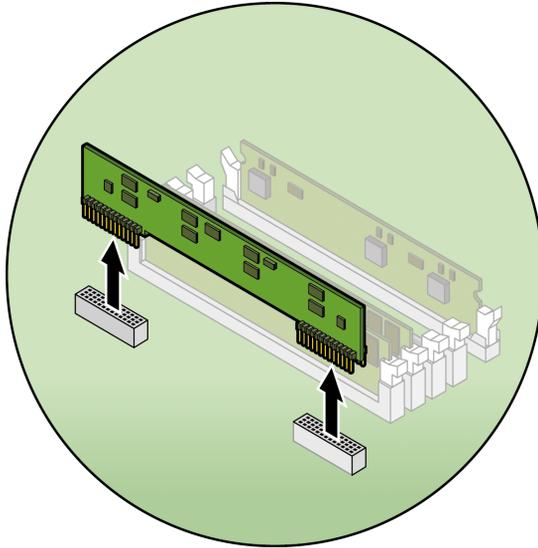

FIGURE 4-28 Retrait d'un VRM de CPU
8. Retirez le VRM de CPU en le soulevant verticalement hors de sa fiche (voir FIGURE 4-28).